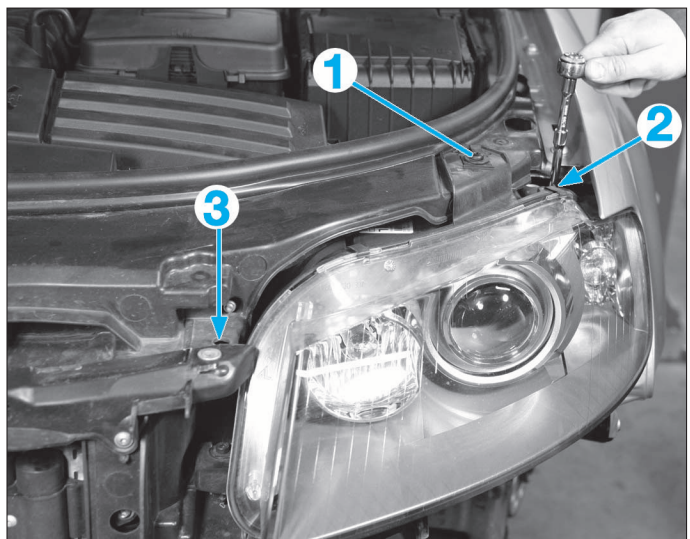

FIG. 7
- la vis de fixation supérieure (1) du projecteur (Fig.7).
- Introduire une longue clé dans l'évidement (2) et dévisser la vis de fixation située sur la partie inférieure du boîtier du projecteur.
- Introduire une longue clé dans l'orifice (3) et dévisser la vis de fixation (4).